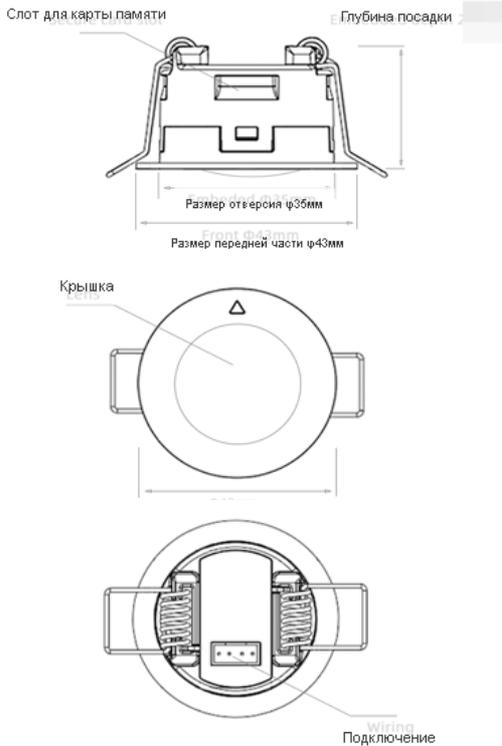

Рис.1. Внешний вид
- См.рис. 1, передний диаметр изделия 43 мм, глубина 25 мм, отверстие 35 мм.